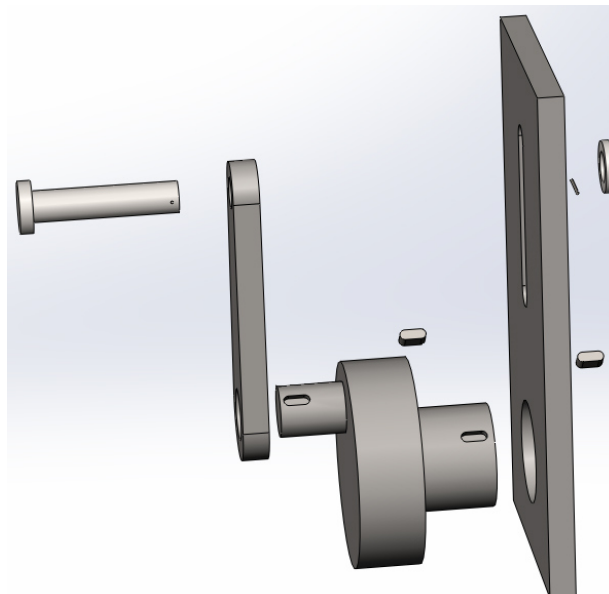

Рис. 3.3.2 Збірка з рознесеними деталями
САПР SolidWorks дозволяє швидко отримати запис (відео-файл) анімації збирання-розбирання складальної конструкції. Для створення анімованих дій попередньо необхідно, включивши «Вид з рознесеними частинами» на основній робочій панелі інструментів програми, побудувати покроково рознесення всіх деталей збірки. Отримана збірка прийме вигляд, що показано на рис. 3.3.2.
3. Створити вид з рознесеними частинами (рис. 3.3.2) і реалізувати анімацію збірки конструкції.